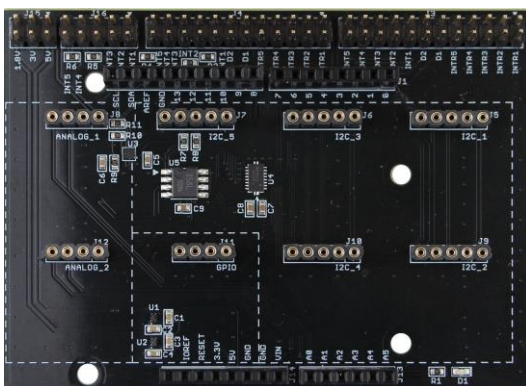

Figure 1. SensorShield(表)
- Arduino Uno とセンサを接続するための基板 (Figure 1, 2)